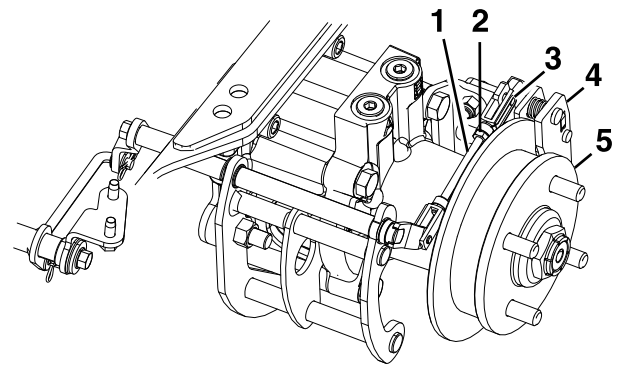

Figura 60
9. Instale el acoplamiento trasero en la palanca acodada y fije el conjunto usando el pasador con muelle de retención (Figura 60).
10. Empuje la palanca de la pinza hacia adelante con la presión de los dedos solamente, lo suficiente para eliminar la holgura de la pinza respecto al cubo (Figura 60).
12. Ajuste el acoplamiento trasero para alinear los orificios e instale el pasador de muelle (Figura 60).
13. Apriete la contratuerca del acoplamiento trasero (Figura 60).